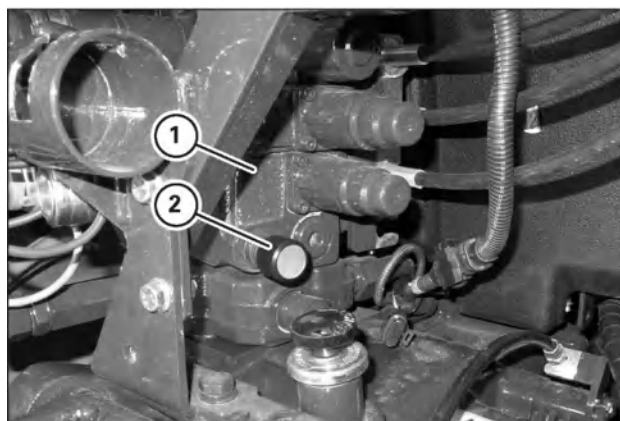

Рис. 5-68
Расход масла к первому (первой секции) гидрораспределителю можно регулировать. Это устройство будет особенно удобным при использовании рабочего оборудования, которому требуется низкий расход масла для обеспечения точной регулировки или для управления частотой вращения гидромоторов. Это также позволяет поддерживать достаточный расход масла для одновременной работы навески и внешнего контура от первой секции. Поверните рукоятку управления (2 — рис. 5-68) отводного клапана для регулировки потока масла. Поверните рукоятку (2), показанную на рис. 5-68, по часовой стрелке для увеличения потока или против часовой стрелки для его уменьшения.